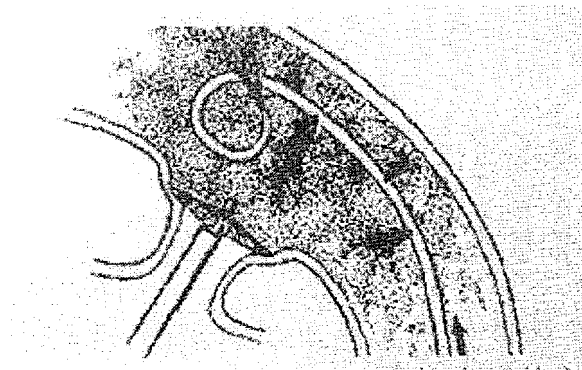
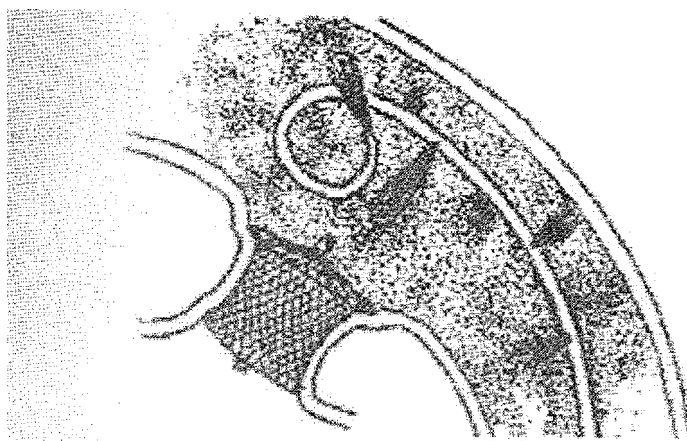

Рис. 4 Капсула расширяется под действием окклюдера, который автоматически приобретает форму зонтика в аорте.
Рис. 6 Ангиография показывает, что расположение окклюдера правильное, без наличия шунта. Отсоедините окклюдер.
7. Вставьте короткую капсулу в длинную капсулу и продвиньте вперед, отслеживая по рентгенограмме; выпускайте первую часть, когда достигните аорты, и отведите назад к открытому артериальному протоку; если ощущается сопротивление, то зафиксируйте катетер-толкатель и отведите проводящую капсулу, а затем раскройте заднюю часть окклюдера. См. Рис. 4-Рис.6.